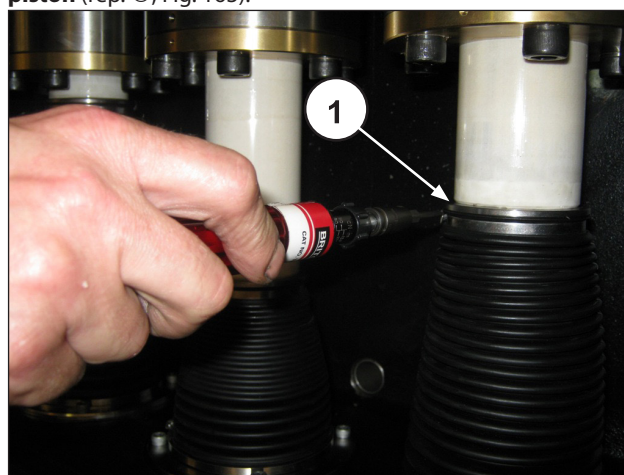

Fig. 163
Le repositionnement du soufflet sur la bavette et le serrage du collier de fixation du soufflet sur ce dernier doivent être effectués après le montage de la culasse et la **fixation du piston** (rep. ①, Fig. 163).